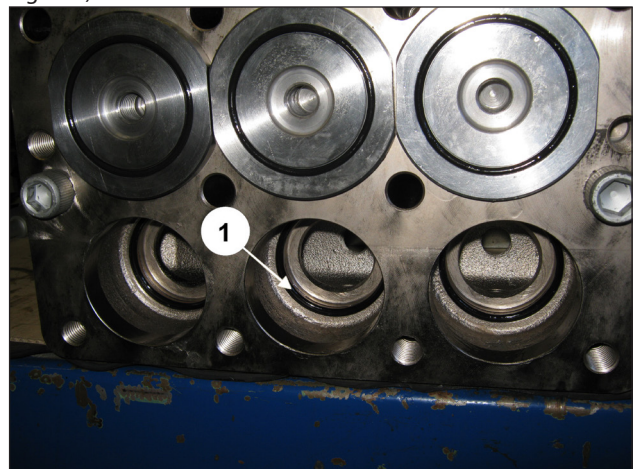

Fig. 136
S'assurer que le joint torique et la bague anti-extrusion sont bien en place dans leurs logements respectifs (rep. ①, Fig. 136).